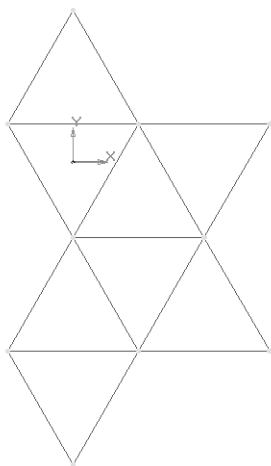

Рис. 387
- прервите команду. Сравните полученное изображение с рис. 387;